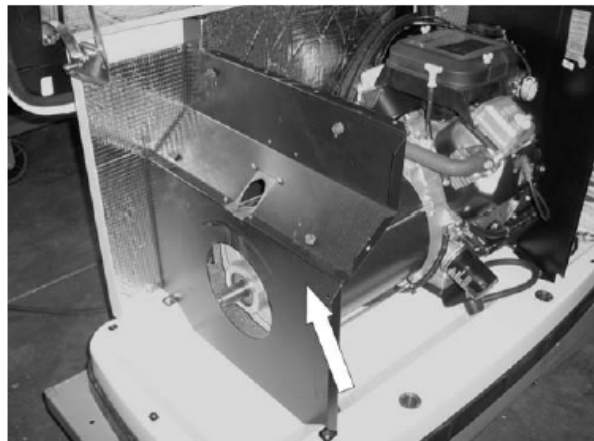

Рисунок 34.
11. Снять разделительную панель синхронного генератора переменного тока: С помощью накидной головки 10 мм открутить два (2) болта с нижней части основания. Открутить один верхний болт с задней части с помощью звездообразного ключа T27. Смотреть рисунок 34.